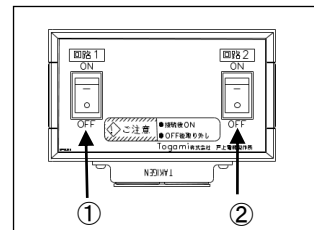

図9 回路スイッチ 1,2
- (1) 信号漏洩防止ユニットの回路スイッチ1,2をOFFにします。(図9)
- (2) 接続リードを主幹ブレーカ二次側と分岐回路ブレーカ電源側の間に接続します。